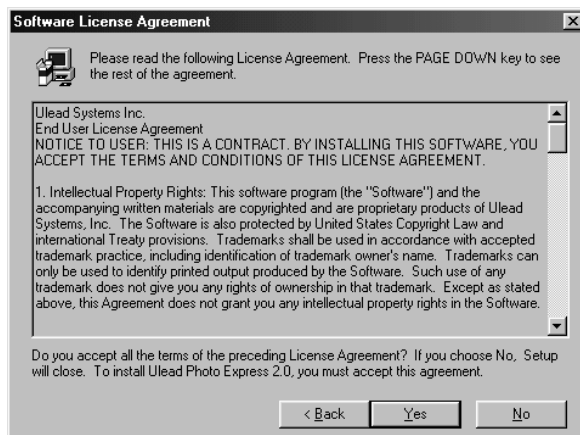

Figura 33: il contratto di licenza
6. Fare clic su 'Avanti' (Next). Appare una finestra con il contratto di licenza (vedere la Figura 33).
7. Fare clic su 'Sì' (Yes) per accettare le condizioni della licenza (vedere la Figura 33) e continuare con l'installazione.